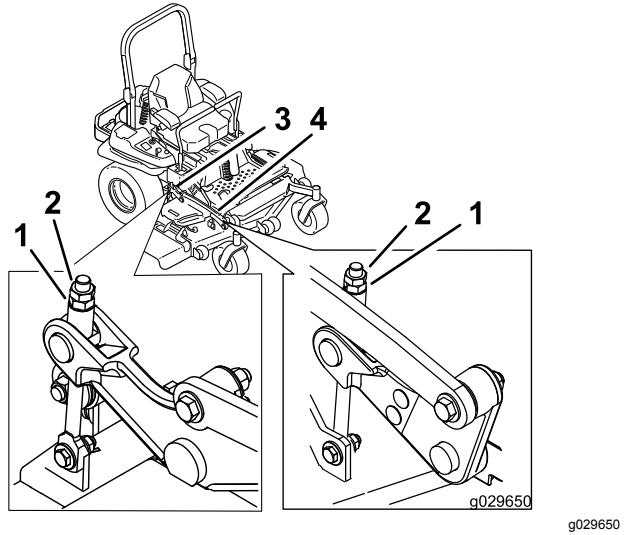

Figure 93
- Ajustez précisément le serrage de l'écrou de réglage sur l'ensemble de levage du tablier avant (Figure 93).
- Ajustez précisément la vis de réglage en la tournant jusqu'à obtention d'une hauteur de 8,3 mm (3 1/4 po) (Figure 93).